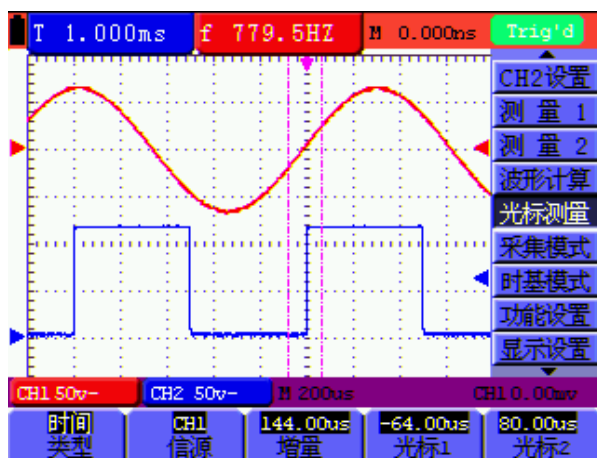

图 54：光标时间测量
6. 这时，调整 **OPTION ▲**或 **OPTION ▼**，可看到虚线 **T1** 左右移动，同时屏幕会显示出 **T1**相对于 **屏幕中点位置** 的时间值，调整 **OPTION ◀**或 **OPTION ▶**，可看到虚线 **T2** 左右移动，同时屏幕会显示出 **T2** 相对于 **屏幕中点位置** 的时间值。见图 54：